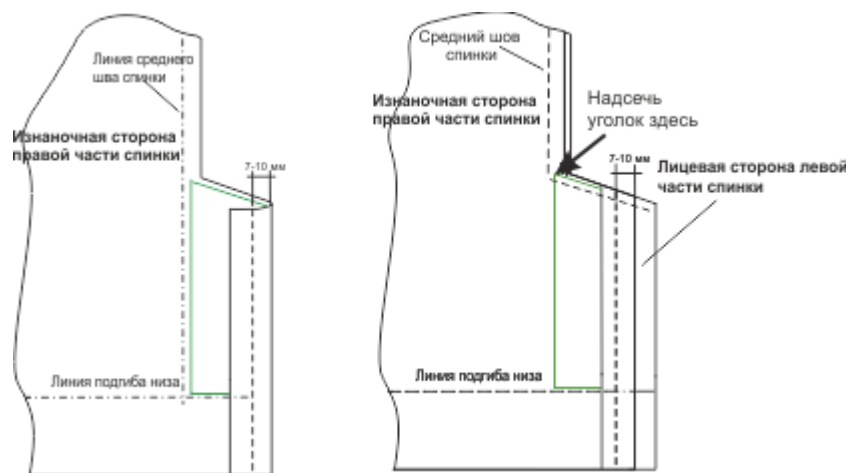

Рис. 7
11. Сметайте, а затем стачайте детали спинки по средним срезам с одновременной обработкой шлицы так, как показано на рис. 7.